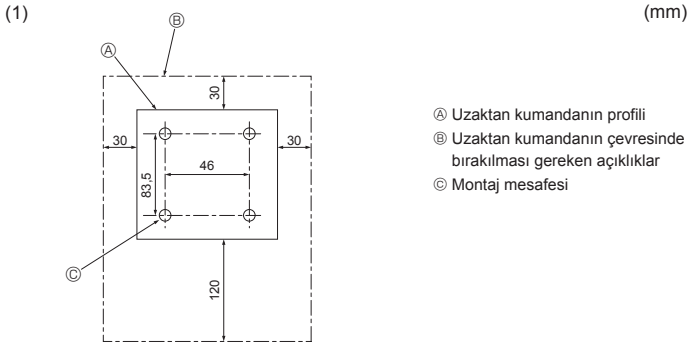

Fig. 6-2
6.2. Uzaktan kumanda (Fig. 6-2)